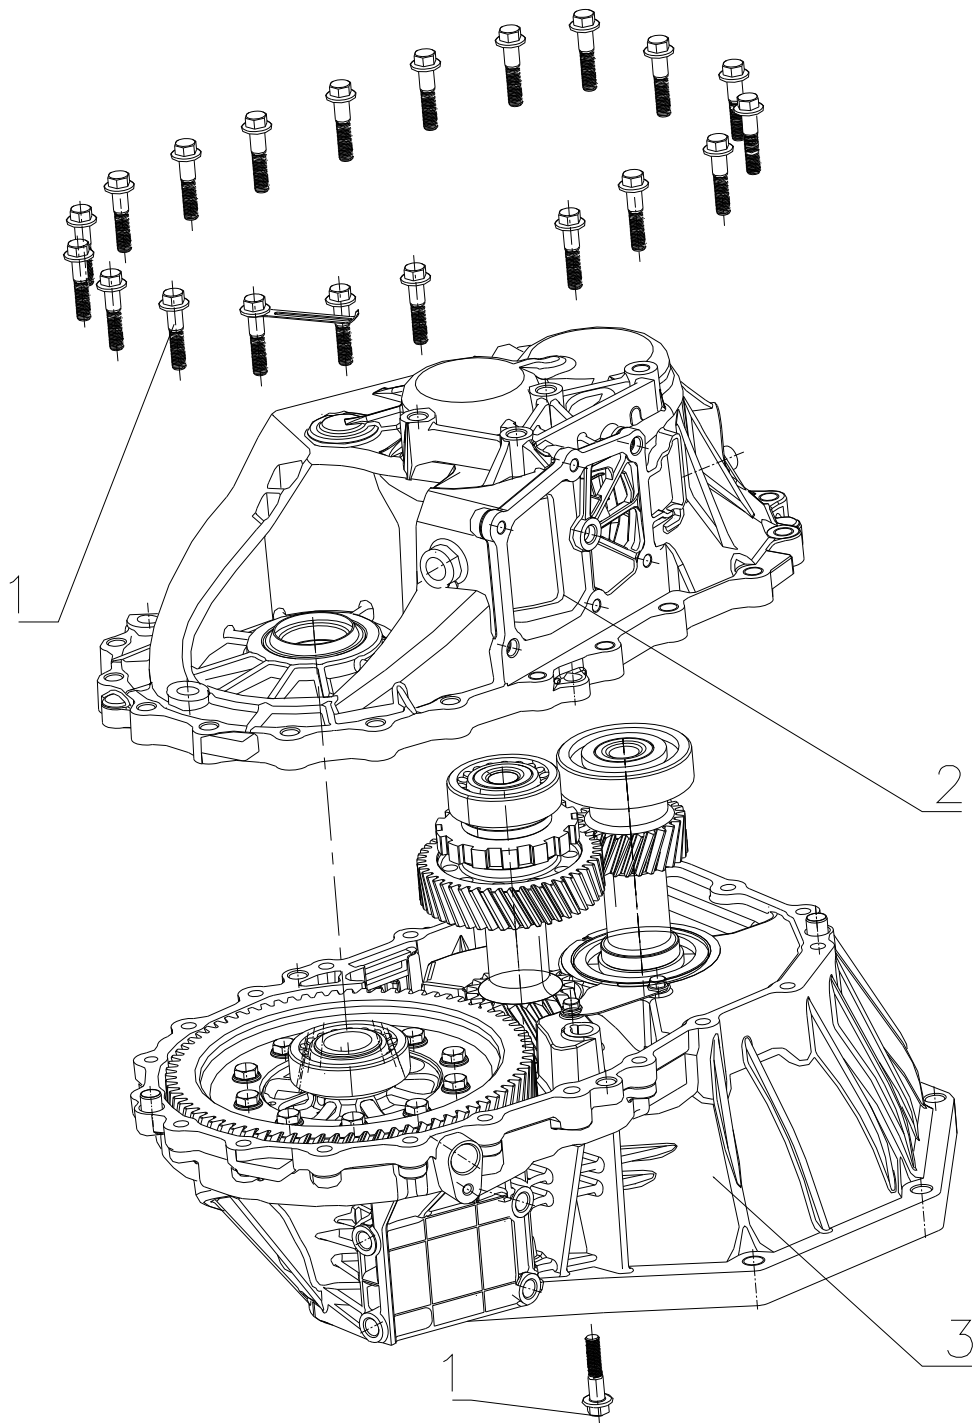

图12
交错拧开用于连接固定变速器前后箱体的 M10X45 六角法兰面螺栓 (1), 将后箱体 (2) 与前箱体 (3) 分离; 检查固定螺栓 (1), 看是否有裂纹, 螺纹部分是否有损坏, 如果有损坏, 请更换完好的螺栓; (见图 12)